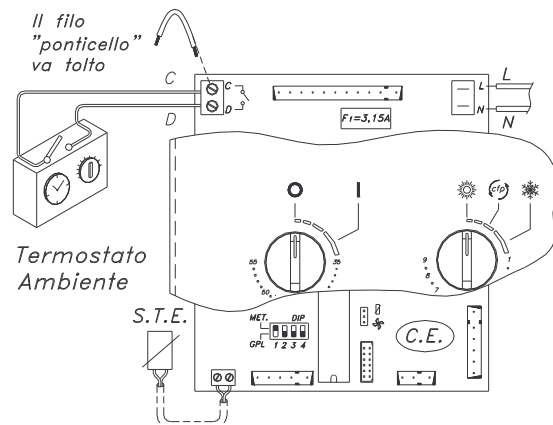

Fig.25
- un **termostato ambiente**; si sceglierà di preferenza un termostato ambiente di qualità (a debole differenziale), che verrà raccordato ai relativi morsetti **C** e **D**, della scheda di regolazione (Fig.25), dopo aver tolto il ponticello esistente, mediante un filo a due conduttori conforme alle norme ed ai regolamenti vigenti.
Rif. Fig.25 il filo "ponticello" esistente deve essere tolto dal connettore **C-D** della scheda "**C.E.**".